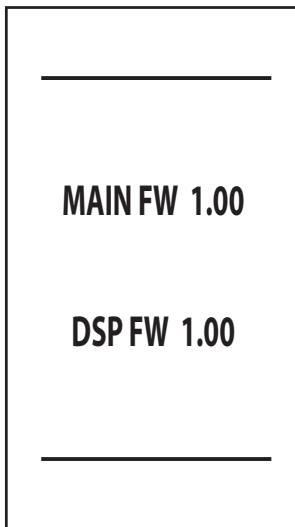

fig. 7- Inschakeling / Softwareversie
- De eerste 5 seconden verschijnt op het display de softwareversie van de printplaat en het display (fig. 7).